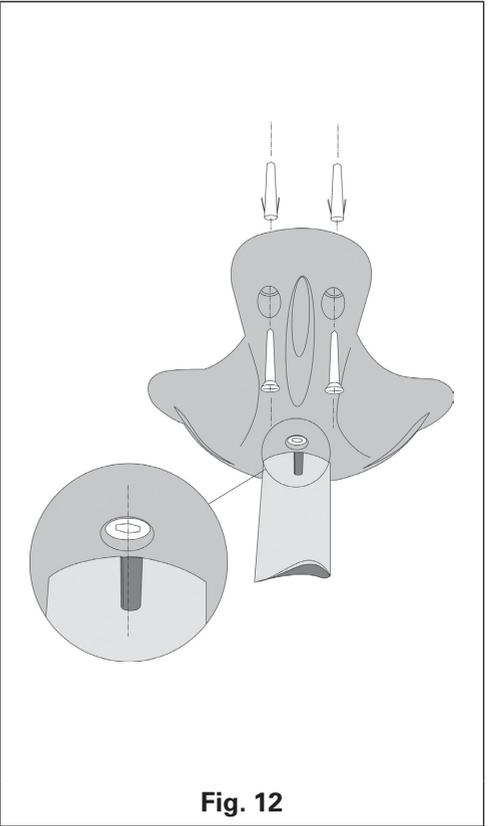

Fig. 12
1. Utilizar o suporte de plástico do Girosole (fig. 12) para estabelecer as posições dos 6 furos a serem praticados no tecto. Prestar atenção para orientar o suporte na direcção desejada em consideração da saída do cabo.
8. Fazer o cabo passar dentro do elemento de fixação (visto anteriormente) e introduzir este no tubo metálico. Prestar atenção para que o parafuso do elemento se encontre em correspondência do tubo. Pressionar até que se ouve um estalo (fig. 12).
9. Fixar o parafuso Allen que se encontra no elemento, fixando-o, assim, ao tubo (fig. 12).